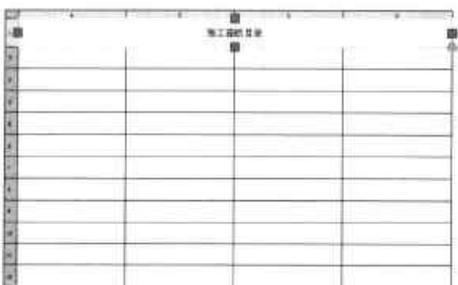

图8-64 输入标题行内容
Step03 双击表格标题行，进入可编辑状态，并输入标题内容，这里输入“施工图纸目录”字样，如图8-64所示。